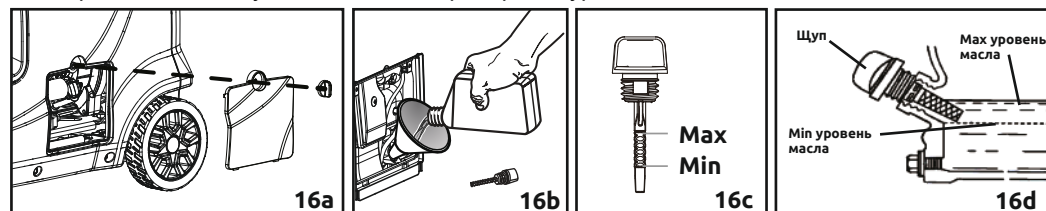

Рисунок 16 - Уровень масла
- Откройте панель для доступа к узлам двигателя (рис. 16а).
- Закройте панель (рис. 16а).